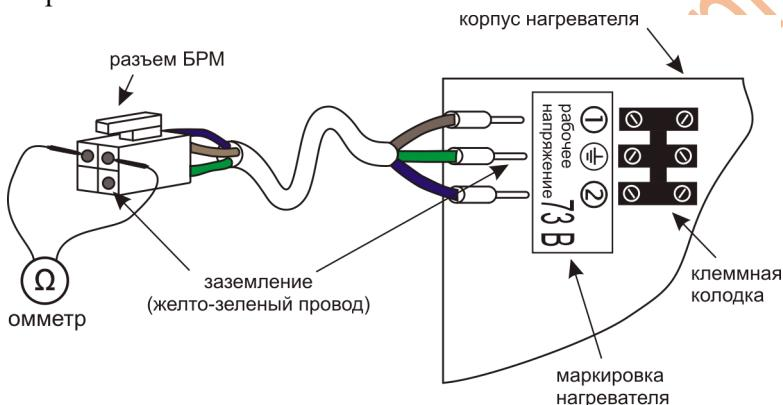

Рис. 10 Подключение проводов к нагревателю
6.1.4. Из набора проводов, поставляемого с нагревателями, возьмите провод, соответствующий номеру и месту установки нагревателя. Присоедините цветные провода к клеммам на задней стенке нагревателя (рис.10). К клеммам **1** и **2** присоединяются **синий и коричневый** провода (порядок не имеет значения), а центральный контакт **⊕** присоединяется к **желто-зеленому** проводу заземления (обязательно). При использовании 3-х жильного провода, желто-зеленая жила всегда должна использоваться для заземления.
6.1.5. Для проверки правильности подключения провода, используйте омметр, измерив, сопротивление нагревателя на разъеме, который подключается к БРМ (рис. 10). Сопротивление исправных нагревателей, должно находиться в следующих пределах: